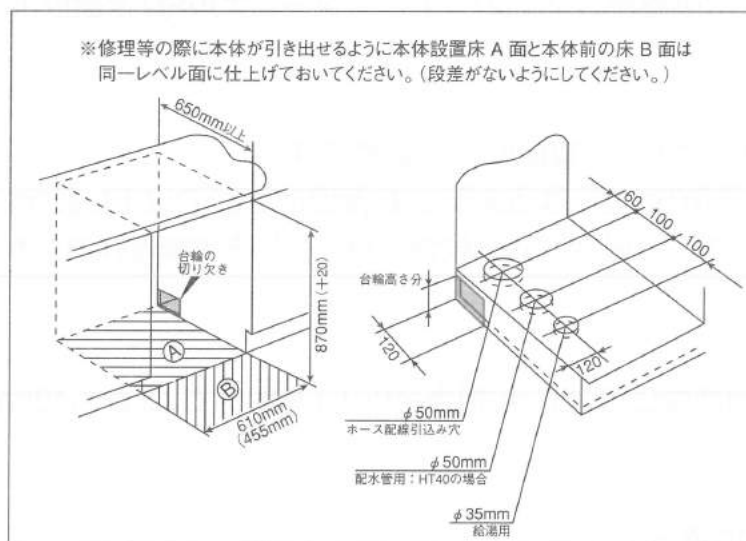

図2(例)
- 給湯管・排水ホース・電源コードの引き込み用に直径50mmの穴をキャビネット奥の下側に開けておきます。(P3図2参照)